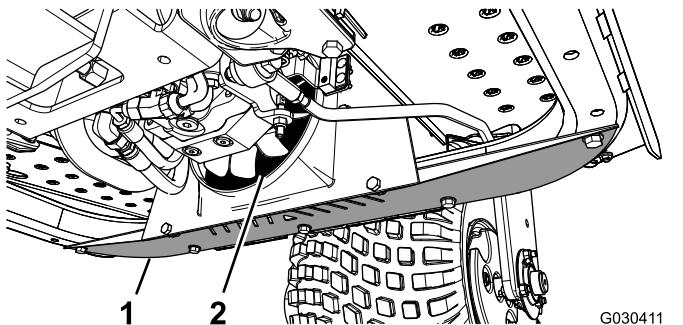

Figure 45
1. Déposez la protection inférieure (Figure 45).
2. À l'aide d'un embout, soufflez de l'air comprimé entre les pales du ventilateur (Figure 45) pour forcer les débris dans la direction opposée à celle où ils sont rentrés.